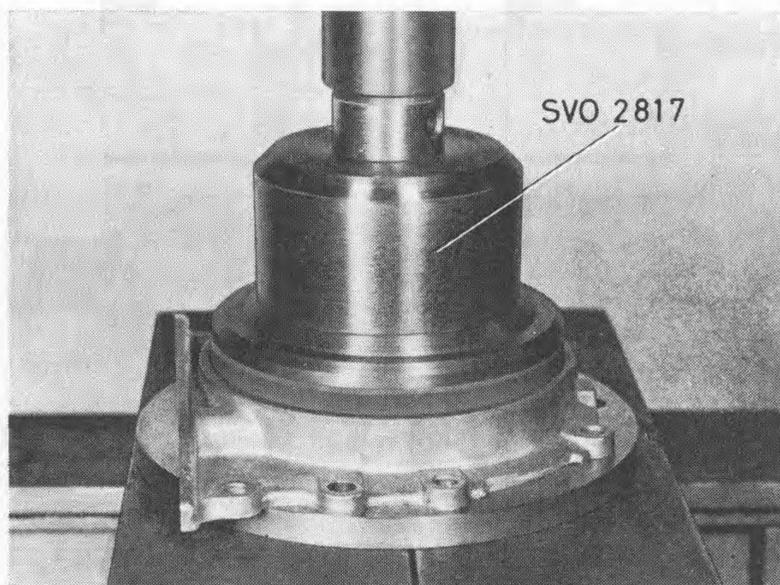

Bild 47. Montering av tätningsskiva (gummiläpp)
2. Pressa i tätningsskivan med 2817, se bild 47. OBS! Inspektera först vevaxelns slityta. Tätningsskivan kan monteras i tre lägen med 2817, jämför med bild 51. Med ny vevaxel eller med slitytan utan anmärkning monteras tätningen i sitt yttre läge (helt inskruvad centrumskruv). Med slitmärke på vevaxeln monteras den med 2 varv utskruvad resp. helt utskruvad centrumskruv.